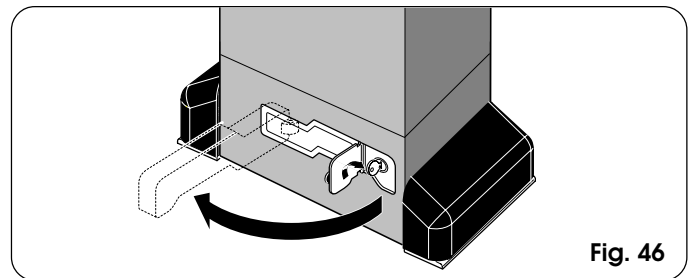

Fig. 46
- 2) Tourner la clé dans le sens des aiguilles d'une montre et tirer le levier de déverrouillage d'après la Fig. 46.